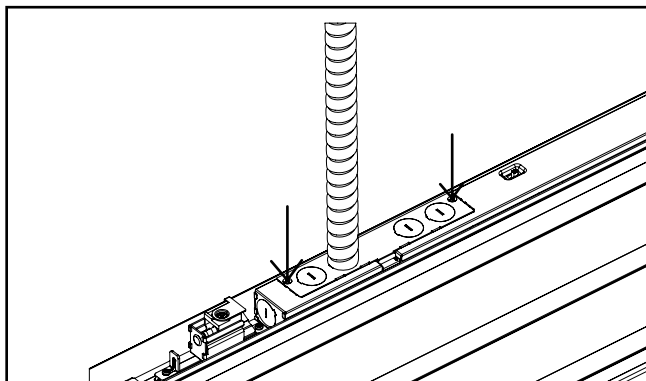

Figure 15.
10. Recouvrez les fils avec la plaque d'accès et réinstallez les vis pour terminer l'installation (voir la figure 15).